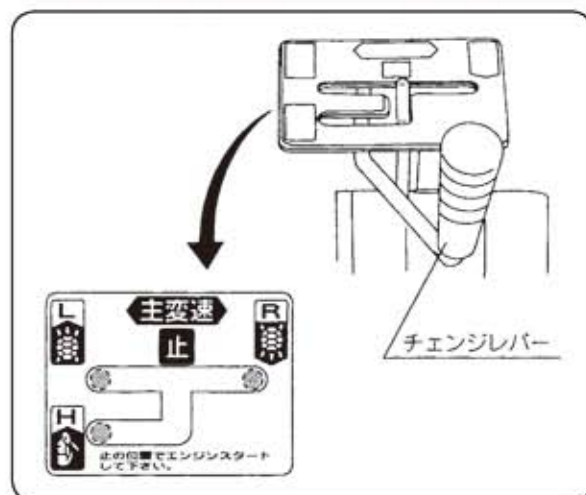

図19
- ① 低速の【前進後進】（低速）のチェンジの切替えは主クラッチを切らなくても切替え操作ができます。（図19）